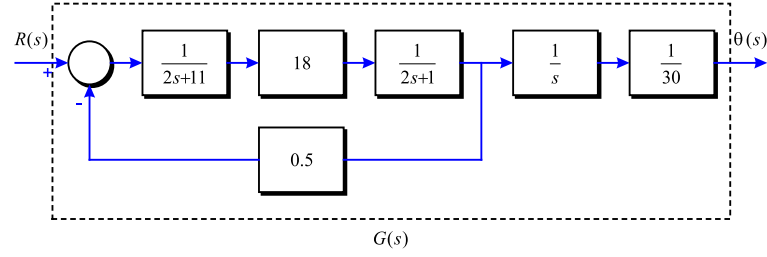

Figura 4-10
**Problema 120** En els processos industrials és bastant normal trobar manipuladors en forma de braç. L'articulació del braç és accionada per un motor de contínua, de manera que el conjunt motor+braç es pot modelar com a la Figura 4-10.